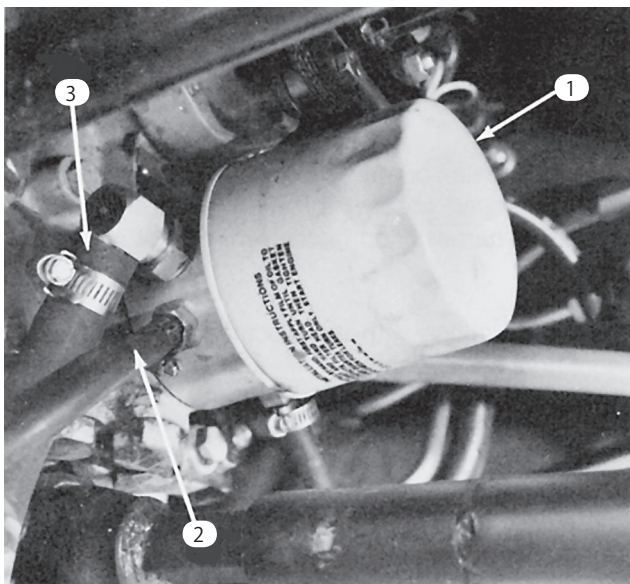

図57
3. 油圧オイルタンク (図57) の注油口周辺をきれいに拭き、キャップを外す (図57)。